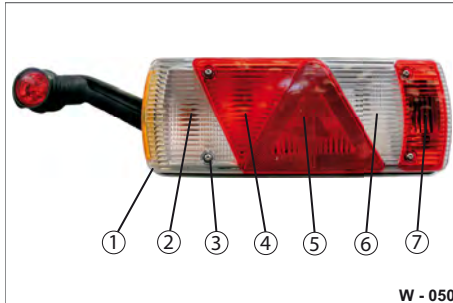

Abb. 57 Komponenten der Heckleuchte
- ▶ Schrauben Sie die 4 Befestigungsschrauben (Abb. 57/3) ab.
- ▶ Entfernen Sie die äußere Lichtscheibe (Abb. 57/1). Legen Sie diese sicher ab.
- ▶ Schrauben Sie die Befestigungsschrauben (Abb. 57/3) an. Ziehen Sie die Schrauben mit max. 1,5 Nm Anziehdrehmoment an. Eine gesprungene Lichtscheibe muss erneuert werden!